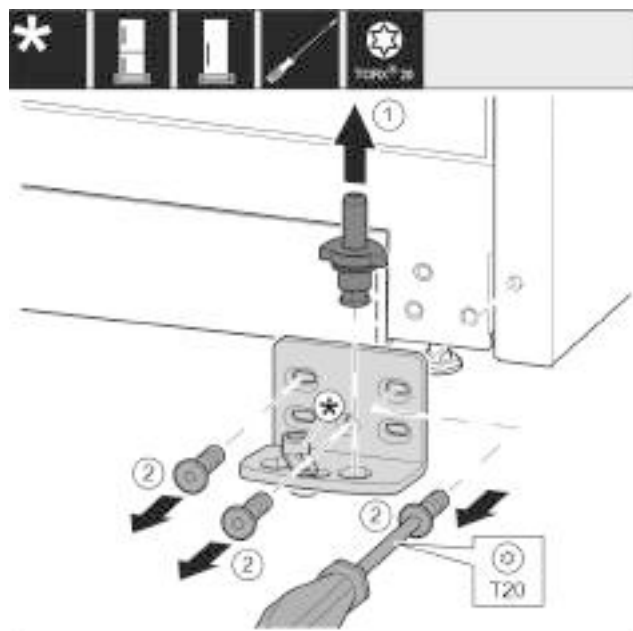

Fig. 14
- Опорный палец Fig. 14 (1) полностью извлеките движением вверх.
- Открутите винты Fig. 14 (2) отверткой и снимите опорный кронштейн.